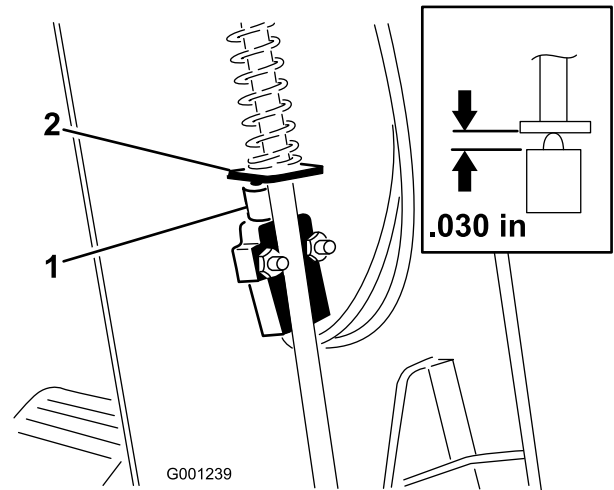

Figura 74
3. Mueva la cubierta por la columna de dirección para dejar expuesto el soporte del pivote (Figura 74).
5. Alinee el tope de la varilla del freno de estacionamiento con el émbolo del interruptor (Figura 74).
6. Presione hacia abajo la varilla del freno de estacionamiento y empuje hacia arriba el interruptor hasta que la longitud comprimida del émbolo del interruptor sea de 0,7 mm; consulte la Figura 74.